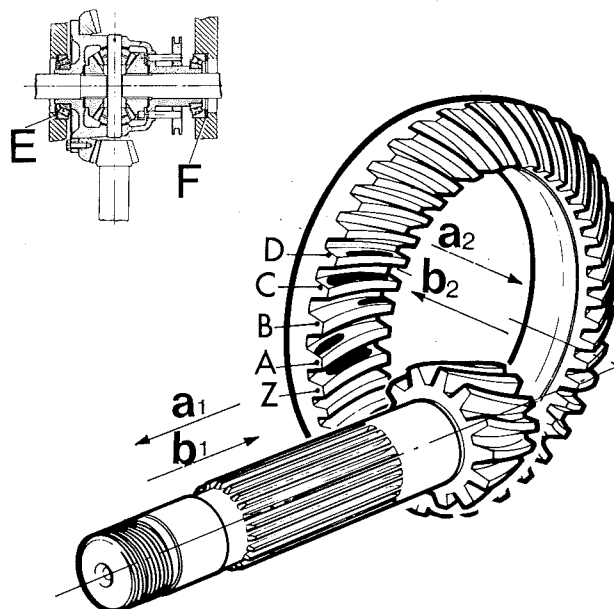

Fig. 126.
Montage à effectuer en mettant moins de cales que celles prévues dans les ensembles de pièces A et B (Fig. 126) de façon à laisser du jeu; fixer alors la base magnétique sur le carter de la boîte et appuyer le palpeur du comparateur perpendiculairement au plan de rotation de la couronne conique; à l'aide d'un levier déplacer axialement la couronne et relever la valeur du jeu sur le cadran. Enlever ensuite le nombre de cales nécessaire pour que les roulements tournent librement bien que l'on « sente » une légère précharge.
Le déplacement de la couronne conique s'effectue en enlevant des épaisseurs d'un bloc de pièces et en les ajoutant à l'autre (A et B - Fig. 126); il est important de se rappeler que les épaisseurs enlevées d'un bloc doivent être toujours ajoutées à celui opposé, ceci afin de ne pas modifier le jeu axial de la couronne, jeu précédemment contrôlé.
Faire tourner alors le pignon en freinant la couronne à la main de façon à obtenir une certaine résistance à la rotation, vérifier que le contact sur la surface des dents de la couronne soit celui indiqué avec la lettre « Z » reportée à la Fig. 126.
Eloigner le pignon de la couronne en enlevant des cales de l'ensemble des pièces B et en les ajoutant à l'ensemble des pièces A (Fig. 126).
- b1 Rapprocher le pignon de la couronne en ajoutant des épaisseurs à l'ensemble des pièces A et remettre l'ensemble des pièces à la valeur initiale en ajoutant une quantité égale des cales à l'ensemble des pièces B (Fig. 126).
Rapprocher le pignon de la couronne en enlevant des épaisseurs du bloc A et en les ajoutant à l'ensemble des pièces B (Fig. 126).